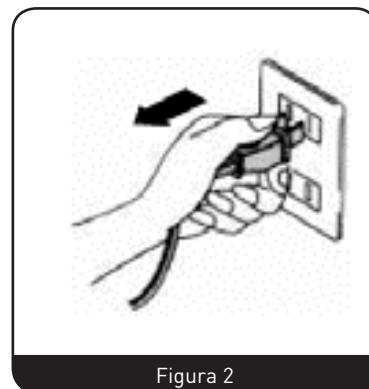

Figura 2
- B. Antes de proceder a instalar el aparato, asegúrese de que esté apagado y desenchufado de la toma de corriente. [Figura 2]